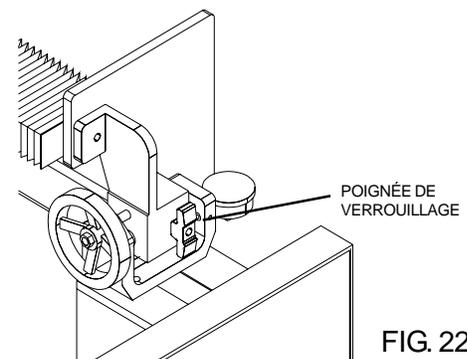

FIG. 22
2. Vérifiez le système d'ajustement côté droit. Le comparateur à cadran doit indiquer 0,500. Sinon, desserrez la poignée en T, tournez le volant jusqu'à ce que le comparateur indique 0,500 et resserrez la poignée en T (voir FIG. 22).